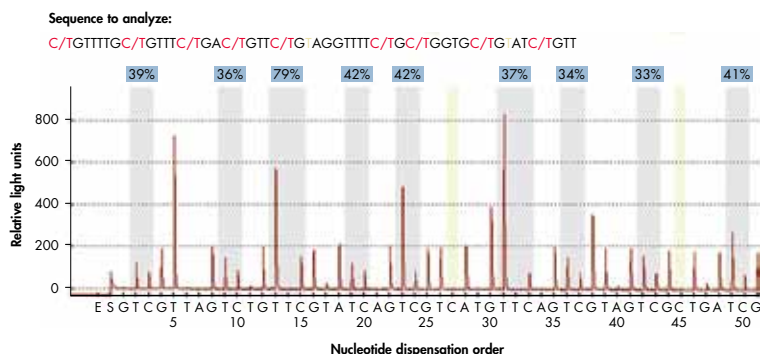

図10. DNA メチル化比率の定量解析データ例
- 単一ランで複数の CpG 部位を個別に定量解析 (図10)